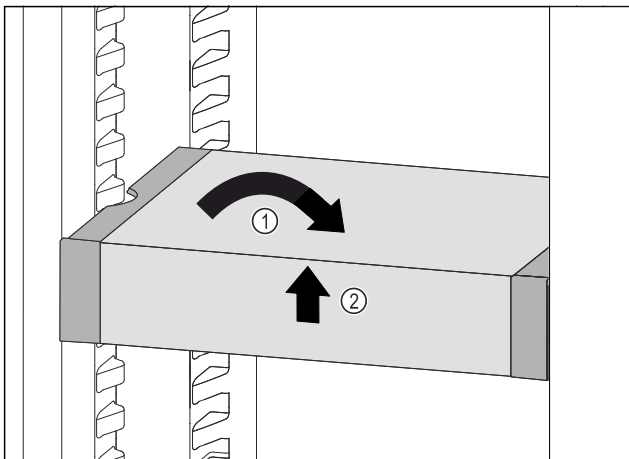

Fig. 46
- ▶ Вирівняти VarioSafe. Fig. 46 (1)
- ▶ Підняти VarioSafe спереду. Fig. 46 (2)